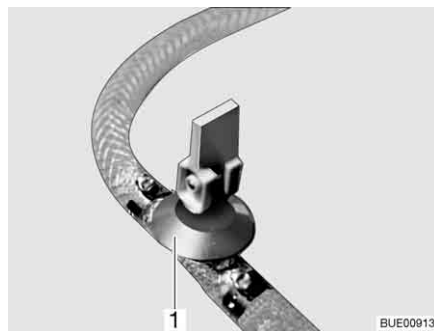

Fig. 188 Rubinetto di scarico
- Chiudere il rubinetto/i rubinetti di scarico. A questo scopo posizionare orizzontalmente la leva a bilanciere (Fig. 188,1).
- Aprire il rubinetto/i rubinetti di scarico (Fig. 188). A questo scopo posizionare verticalmente la leva a bilanciere (Fig. 188,1). Il boiler viene svuotato verso l'esterno.